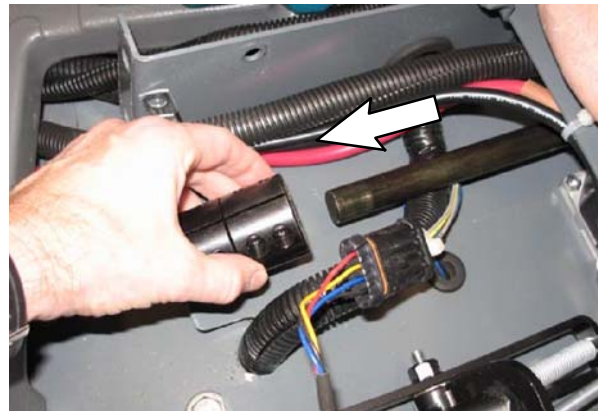

ABB. 17
16. Schieben Sie die Lenkverbindung aus dem Lenkschaft heraus. Entsorgen Sie die entfernte Lenkverbindung. (Abb. 17)